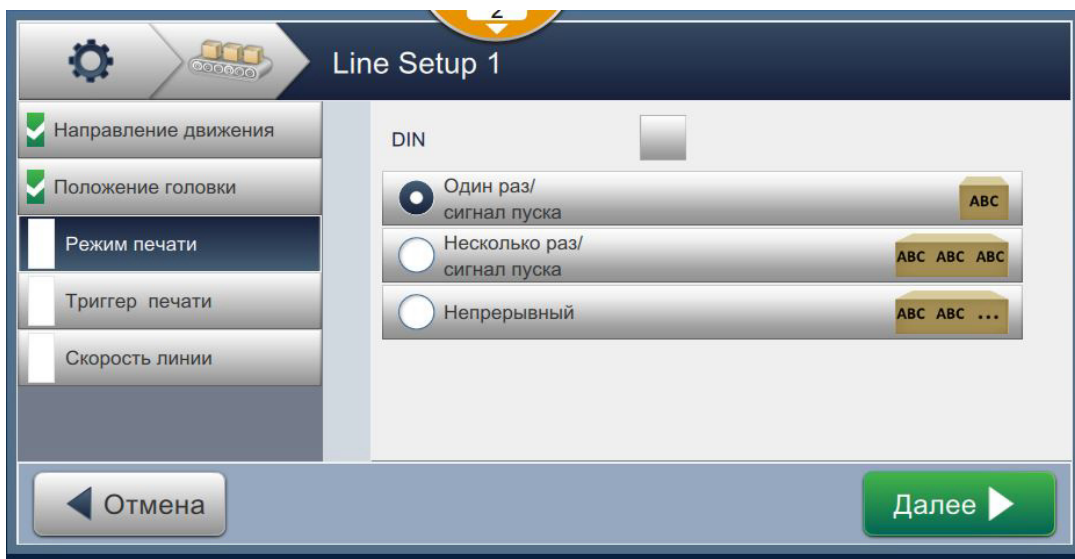

Рис. 6-30: Наладка линии – режим печати
1. Нажмите параметр *Режим печати* на экране параметров наладки линии, как показано на Рис. 6-30.
1. Выберите параметр *Множественный*, как показано на Рис. 6-30. Нажмите кнопку  .
- Выберите параметр *Непрерывный*, как показано на Рис. 6-30 на стр. 6–44. Нажмите кнопку